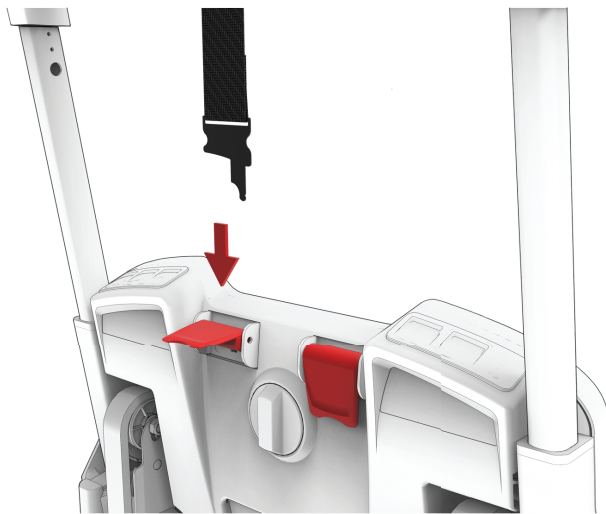
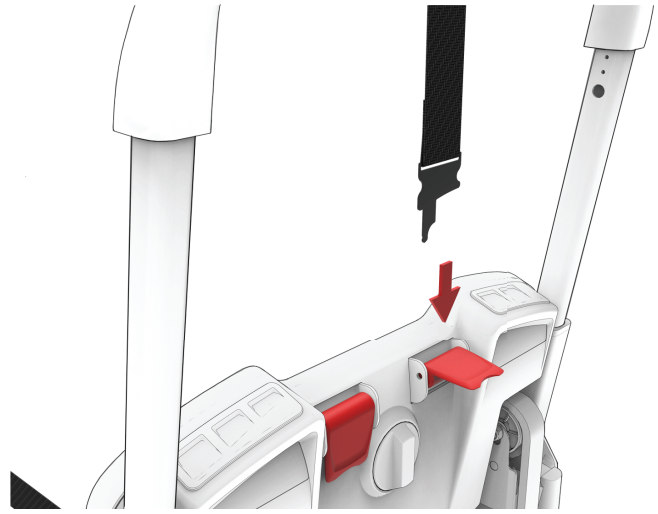

Figura 23 – Correa para hombro, izquierda del paciente
Figura 24 – Correa para hombro, derecha del paciente
5. Pase la correa de los hombros de la derecha del paciente sobre el respaldo de la silla y por debajo de la barra de agarre (Figura 23 y Figura 24). Levante la leva del PCS de la derecha del paciente, y a continuación inserte la pinza para los hombros a través de la leva del PCS y tire.